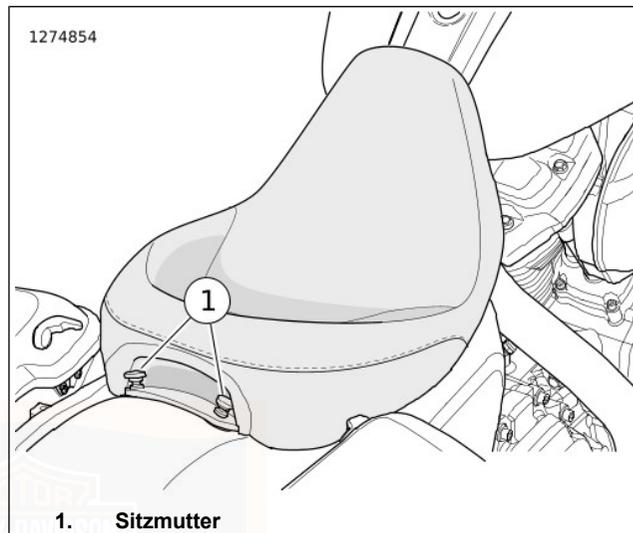
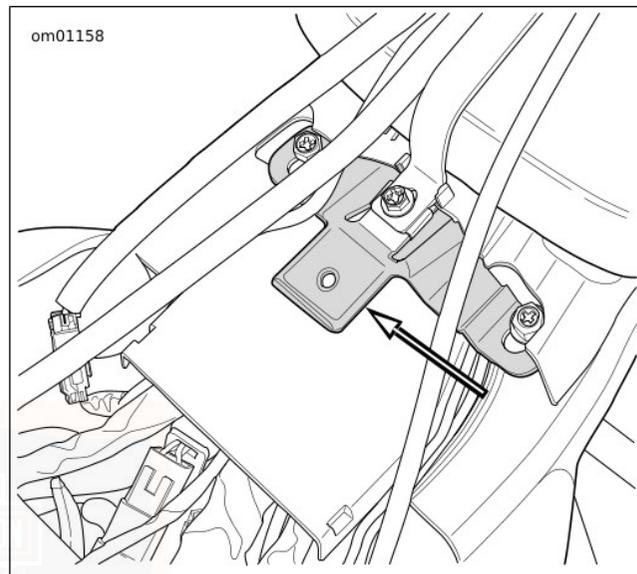
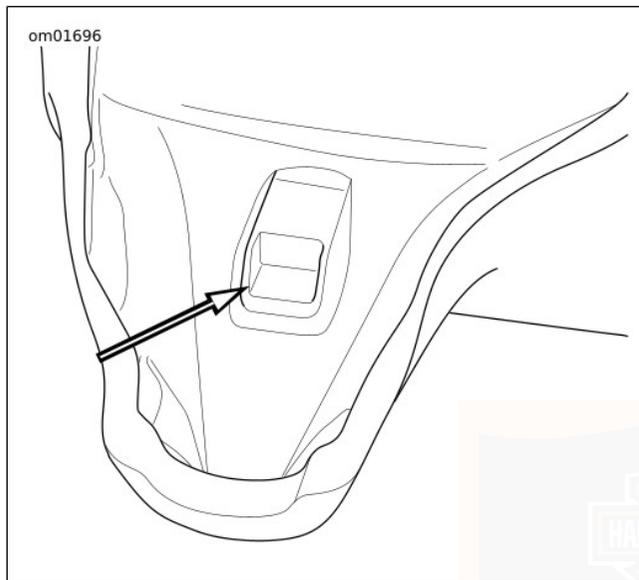

Abbildung 104. Solo-Sitz
Abbildung 106. Sitzunge
Abbildung 107. Sitzbefestigungsschlitz
1. Siehe Abbildung 104 >. Den Sitz ausbauen.
- a. Die Befestigungsmuttern (1) ausbauen.
- b. Siehe Abbildung 106 > und Abbildung 107 >. Den Sitz hinten anheben. Den Sitz nach hinten ziehen, um die Zunge aus dem Schlitz des Sitzes zu lösen.
6. Siehe Abbildung 106 > und Abbildung 107 >. Den Sitz hinten anheben. Den Sitz nach hinten ziehen, um die Zunge aus dem Schlitz des Sitzes zu lösen.
1. Siehe Abbildung 104 >. Den Sitz einbauen.
- a. Siehe Abbildung 106 > und Abbildung 107 >. Den Schlitz des Sitzes an der Zunge hinter dem Tank ausrichten. Den Sitz nach vorn drücken, bis der Sitz einrastet.
- b. Die Befestigungsmuttern (1) einbauen.
1. Siehe Abbildung 106 > und Abbildung 107 >. Den Schlitz des Sitzes an der Zunge hinter dem Tank ausrichten. Den Sitz nach vorn drücken, bis der Sitz einrastet.